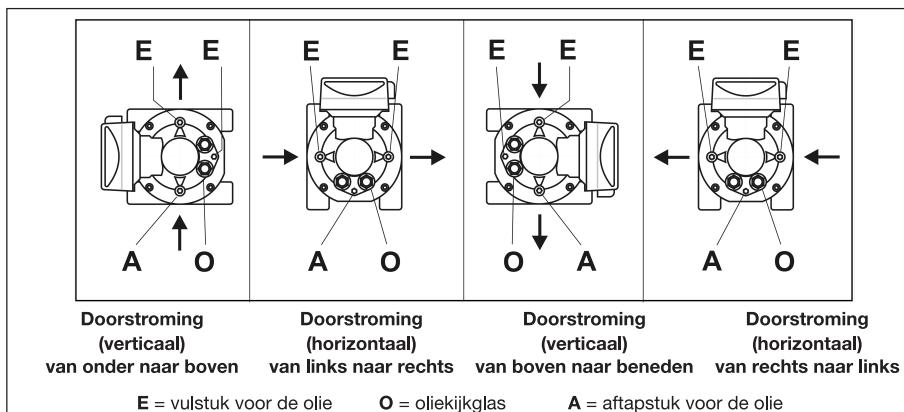

Fig. 7: Toelaatbare gebruiksposities, vullen met olie en oliepeilweergave, type RVG
- Er bevinden zich drie vulopeningen resp. aftapopeningen en twee oliekijkglazen aan de voor- en (optioneel) achterkant van de meter (fig. 7).
- Draai de inlaatschroef (E, fig. 7) in het voorste deksel van de behuizing eruit.
- Verwijder de inlaatschroef (E) in het achterste deksel van de behuizing, zodat de olie beter in de achterste kamer stromen kan.